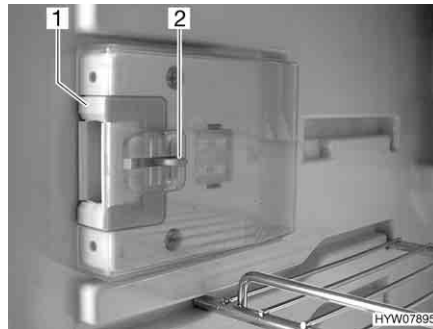
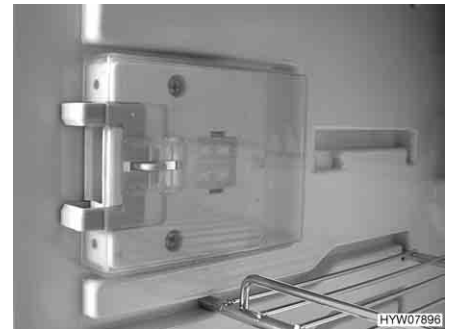

Fig. 193 Dispositif de fermeture en position normale
Fig. 194 Dispositif de fermeture en position de ventilation
- Presser le bouton de déverrouillage (Fig. 193,2).
- Pousser le dispositif de fermeture (Fig. 193,1) vers l'avant (Fig. 194).